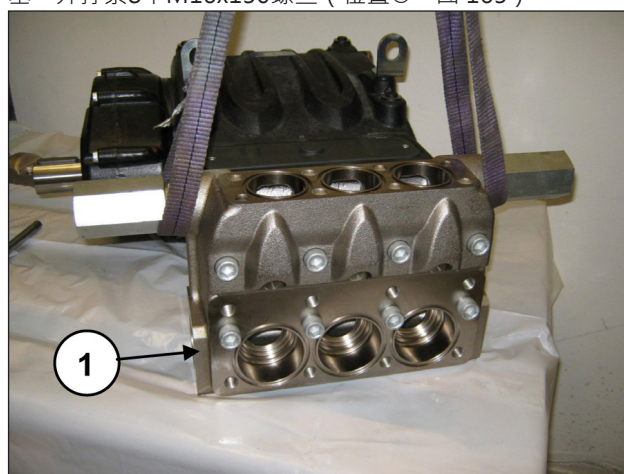
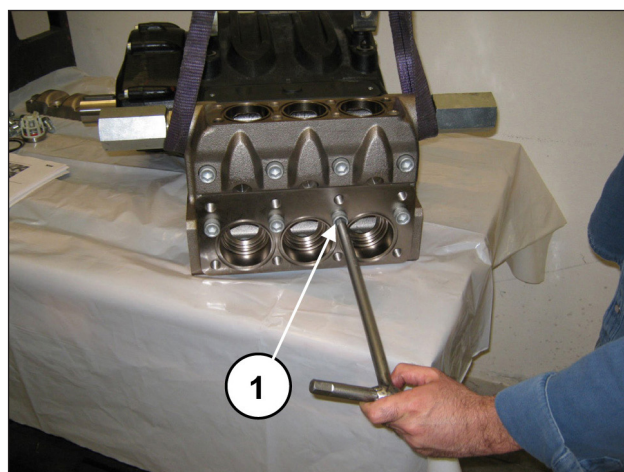

图 164
图 165
将泵头安装在泵壳(位置①，图 164)上，注意不要碰到活塞，并拧紧8个M16x150螺丝(位置②，图 165)。